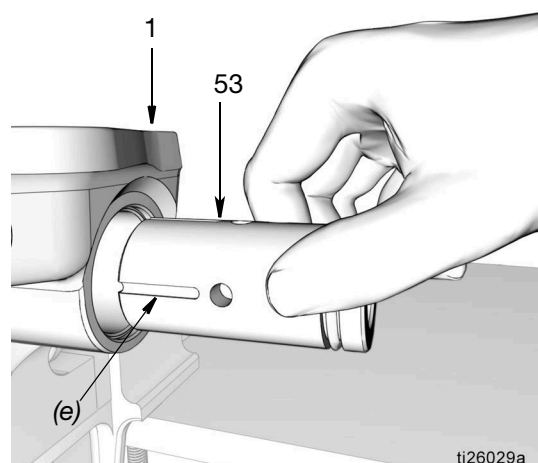

FIG. 42
- Monter le manchon de l'élément de pompe (53) dans la base de la pompe (1). Pour déterminer la bonne orientation d'installation, se reporter à la FIG. 42.